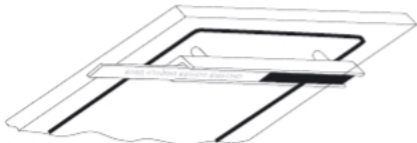

Рис. 4. Замена клише
- Текст наносится на сварочный шов с помощью клише, вставляемого в прижимной барьер. **Для смены клише** необходимо извлечь его из прижимного барьера, выдвинув в сторону пластину клише (см. рис. 4). Вставив новое клише, убедитесь в правильной ориентации текста. Тефлоновая пластина должна быть вставлена до конца и не выступать за края прижимного барьера.